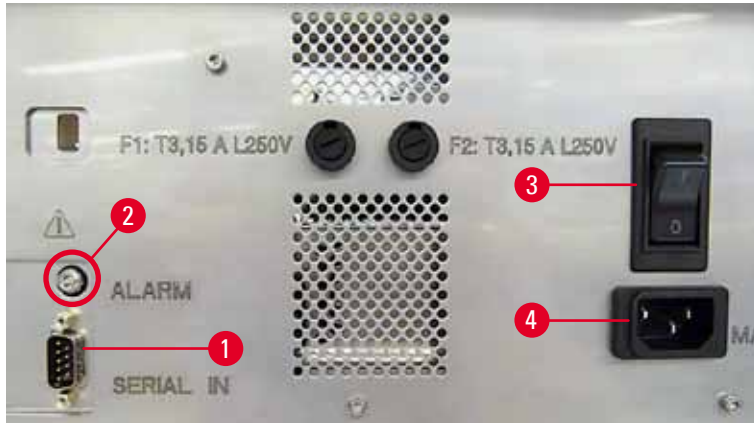

Fig. 27
- ① Las conexiones eléctricas están ubicadas en el panel trasero del equipo (→ "Fig. 27").